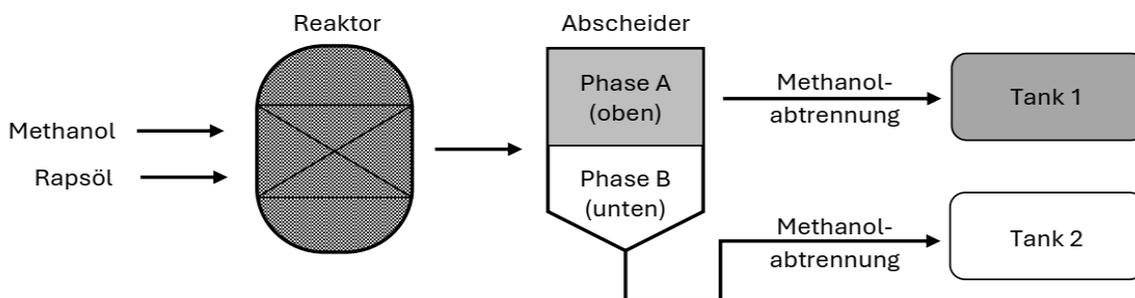

Abbildung 2: Fließdiagramm für die industrielle Herstellung von Biodiesel (vereinfacht)
Die industrielle Herstellung von Biodiesel verläuft in mehreren Schritten. Der Gesamtprozess kann durch ein Fließdiagramm dargestellt werden (Abbildung 2).
- Das Reaktionsgemisch wird nach dem Abkühlen in einen Abscheider geleitet (Abbildung 2). Entsprechend der Löslichkeitsverhältnisse und der Dichten der Reaktionsteilnehmer (Tabelle 1) teilt es sich in zwei Phasen A und B auf.